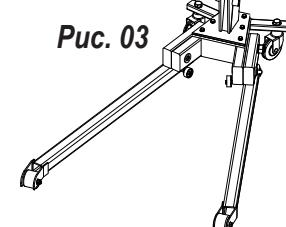

Рис. 03
- См. рисунок 03: Установите насос #26 с помощью самоконтрящейся гайки #23 и болта #22.